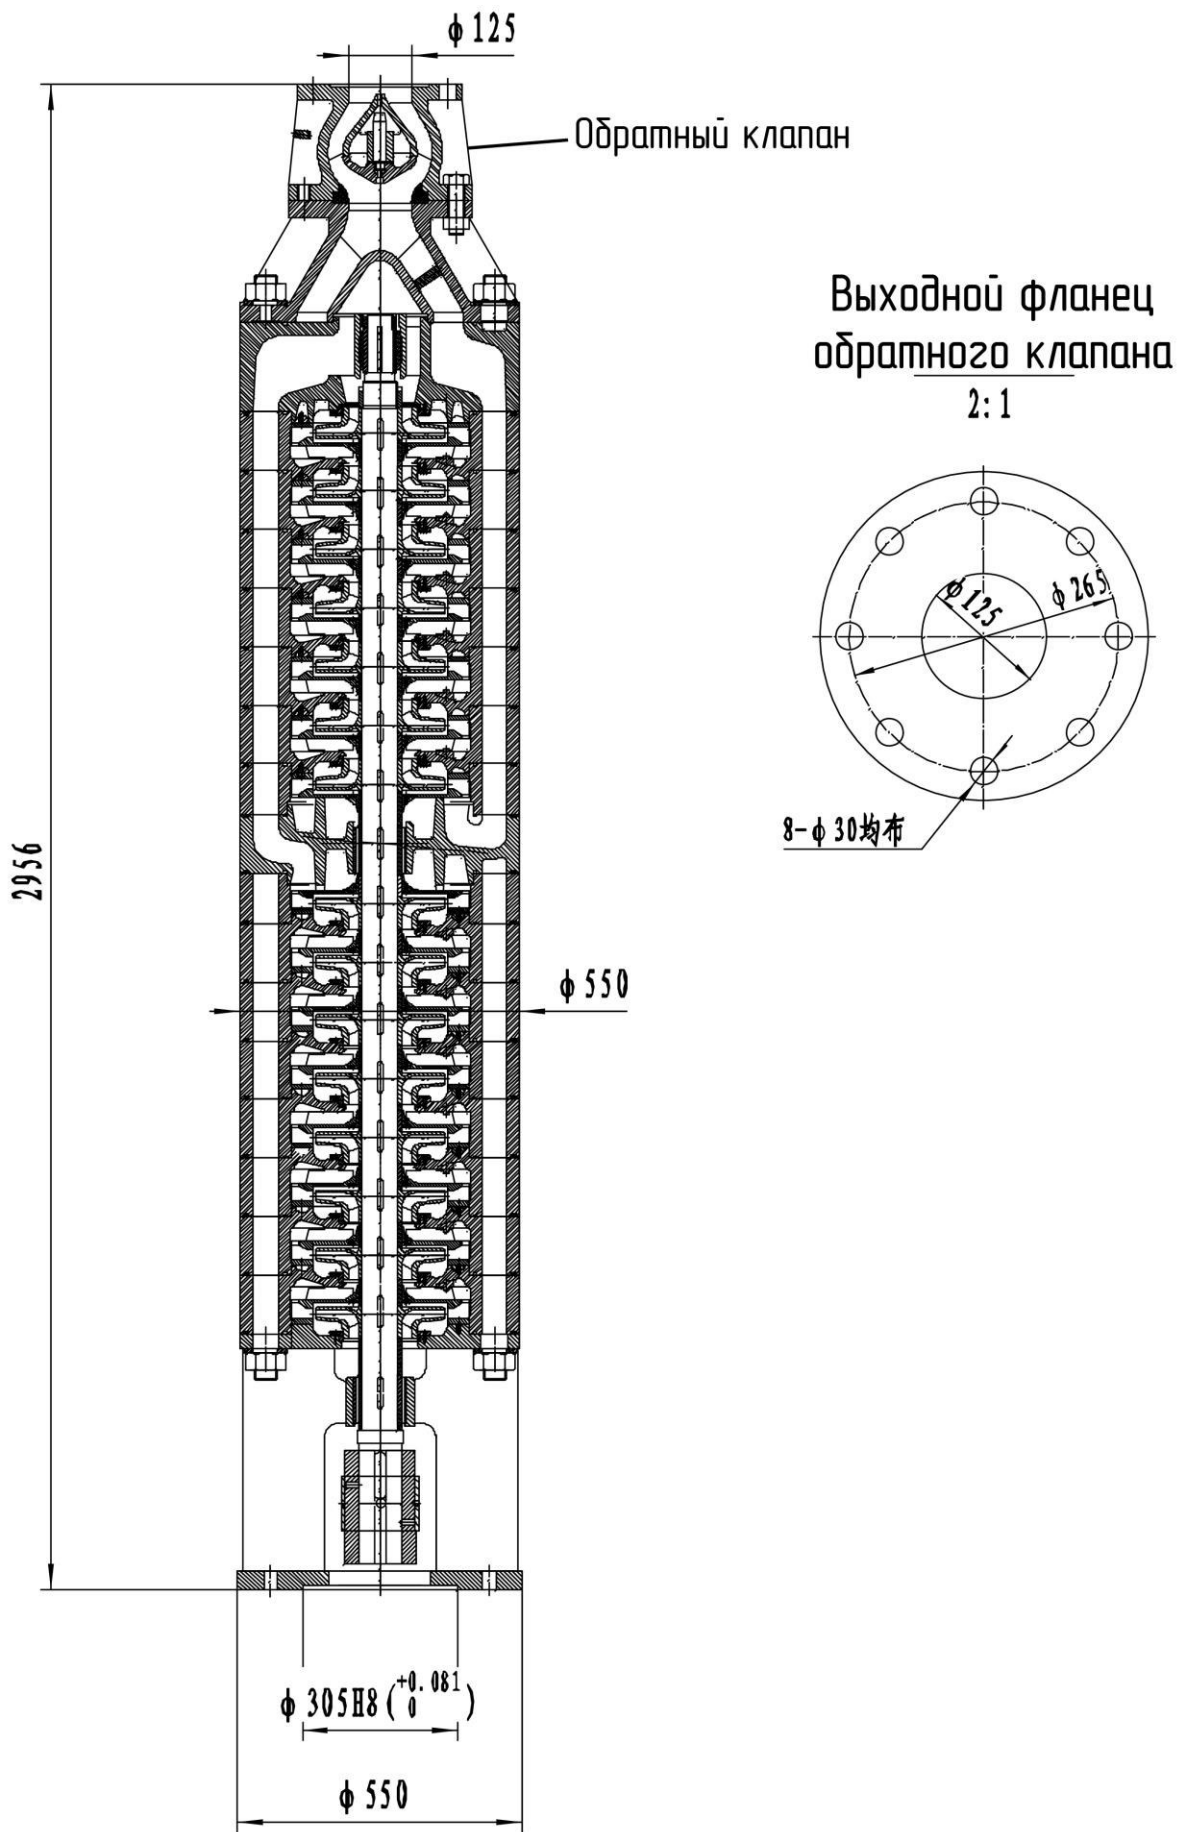

Рисунок 3 – Общий вид насоса
- шахтный погружной насос (рисунок 3);